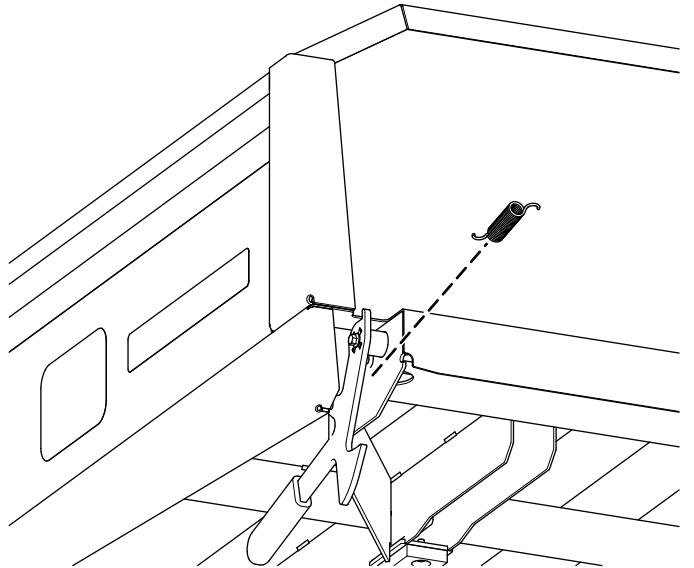

Figure 9
1. Décrochez le ressort du support du verrou (Figure 9).